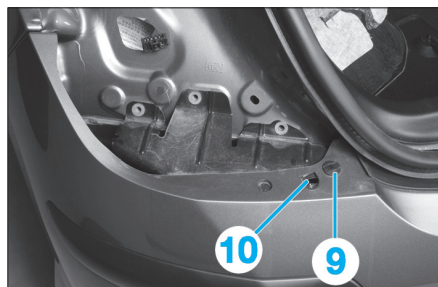

Fig. 186
- déposer les agrafes (9) (Fig.186),
- dégrafer en (10) le bouclier arrière.